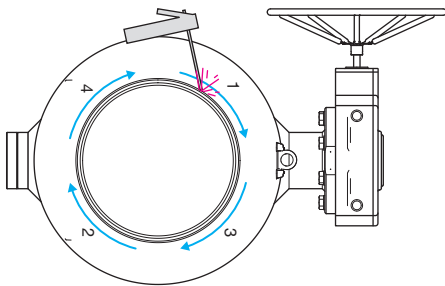

Abbildung 5. Verschweißen.
- Anschließend werden die Nähte zwischen den Brücken wie in Abb. 5 und 6 dargestellt geschweißt. Schweißreihenfolge: 1-2-3-4.